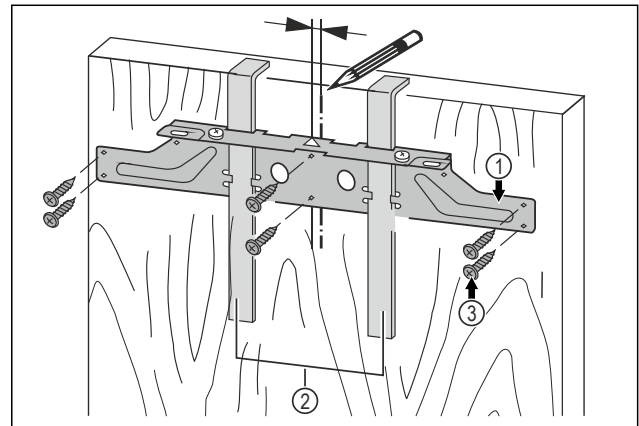

Fig. 22
- Befestigungstraverse Fig. 22 (1) mittig auf der Tür ausrichten.
- Keder links: Befestigungstraverse Fig. 22 (1) 6 mm (1/4 in) nach links verschieben.
- Keder rechts: Befestigungstraverse Fig. 22 (1) 6 mm (1/4 in) nach rechts verschieben.